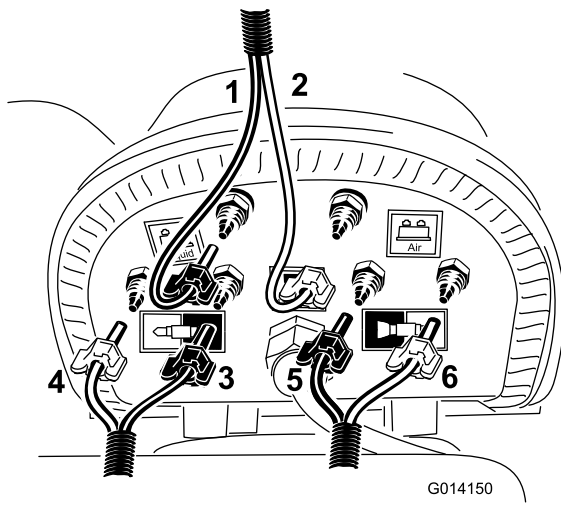

Figure 15
2. Raccordez les tubes bleu et transparent aux embouts supérieurs correspondants sur le compresseur (Figure 15).
4. Localisez le flexible de mousse acheminé vers la rampe gauche et installez les tubes bleu et transparent aux emplacement indiqués à la Figure 15.
5. Localisez le flexible de mousse acheminé vers la rampe droite et raccordez les tubes bleu et transparent aux emplacement indiqués à la Figure 15.